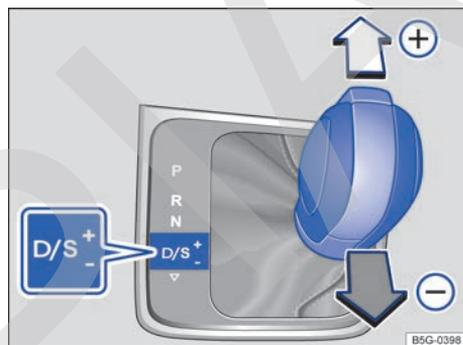

Fig. 114 Palanca selectora en la posición Tiptronic (vehículos con el volante a la izquierda).
- Para cambiar a una marcha más larga o más corta, empuje levemente la palanca selectora hacia delante (+) o hacia atrás (-) → fig. 114.